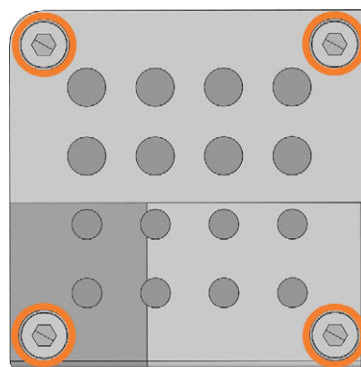
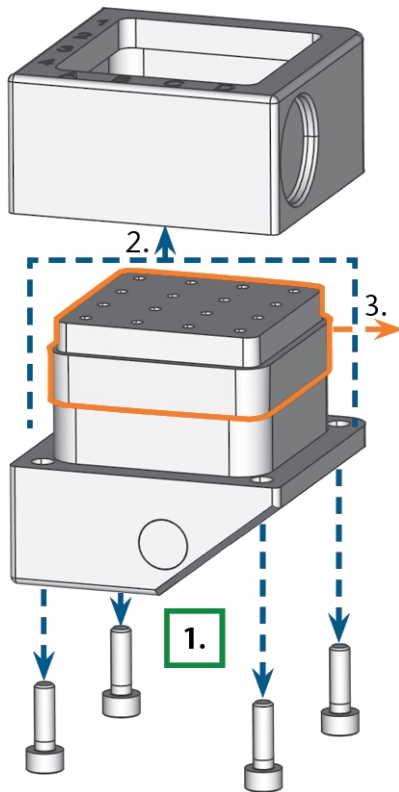

ABB. 114 DIE 4 SCHRAUBEN AUF DER UNTERSEITE DES WERKZEUGMAGAZINS (ORANGE MARKIERT)
ABB. 115 DAS WERKZEUGMAGAZIN AUSEINANDERBAUEN UND DEN EINSATZ ENTNEHMEN
5. Lösen Sie die 4 Schrauben an der Unterseite des Werkzeugmagazins (Abb. 114 unten, Abb. 115 auf der gegenüberliegenden Seite, Schritt 1).
6. Heben Sie die Abdeckung vom Magazin (Abb. 115 auf der gegenüberliegenden Seite, Schritt 2).
7. Entfernen Sie den vorhandenen Werkzeugmagazineinsatz (Abb. 115 auf der gegenüberliegenden Seite, Schritt 3) und ersetzen Sie ihn durch einen neuen.